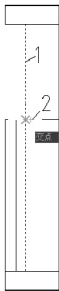

图 4.48 打断于点的位置
(3) 单击【修改】工具栏上的【打断于点】图标，启动【打断于点】命令。
① 在**选择对象**：提示下，选择 1 线。
② 在**指定第一个打断点**：提示下，按照图 4.48 所示捕捉 1 线和 2 线的交点后命令自动结束。